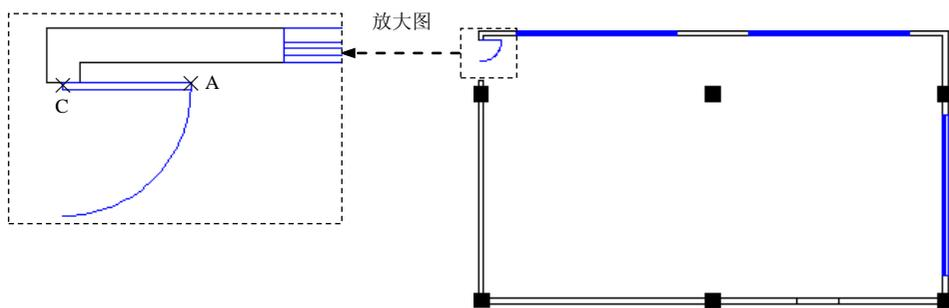

图 17.12.28 绘制圆弧
Step13. 绘制圆弧, 选择下拉菜单 **绘图 (D)** → **圆弧 (A)** → **起点、圆心、角度 (S)** 命令, 分别选取图 17.12.28 所示的起点 A 和圆心 C, 在命令行中输入包含角度值-90 并按 Enter 键。